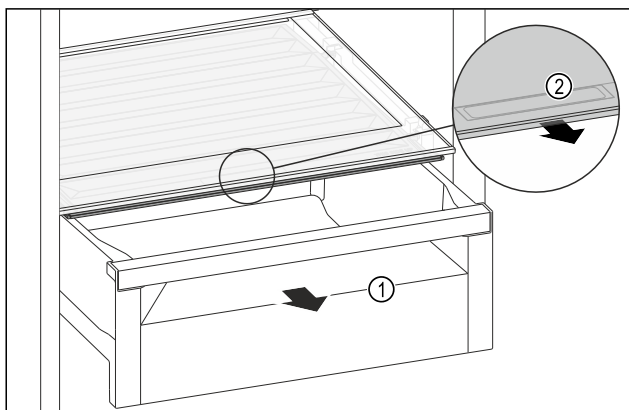

Fig. 121
- Træk skuffen Fig. 121 (1) ud.
- Tag fat i grebsforsænkningen Fig. 121 (2) i bokslåget, og træk samtidigt bokslåget frem.